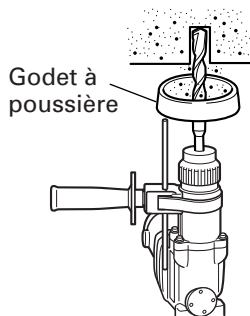
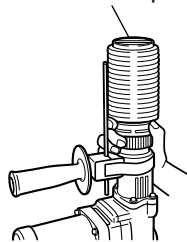

Fig. 3
Fig. 4
7. Lors de l'installation de la capuchon à poussière ou du collecteur de de poussière (B) (accessoires en option) (Fig. 3, Fig. 4)
Utiliser la capuchone à poussière en la fixant au foret comme montré dans la Fig. 3.
- Pose du collecteur à poussière (B)
Lors de l'utilisation du collecteur à poussière (B), l'insérer par le bout du foret en l'alignant avec la rainure sur la poignée. (Fig. 4)